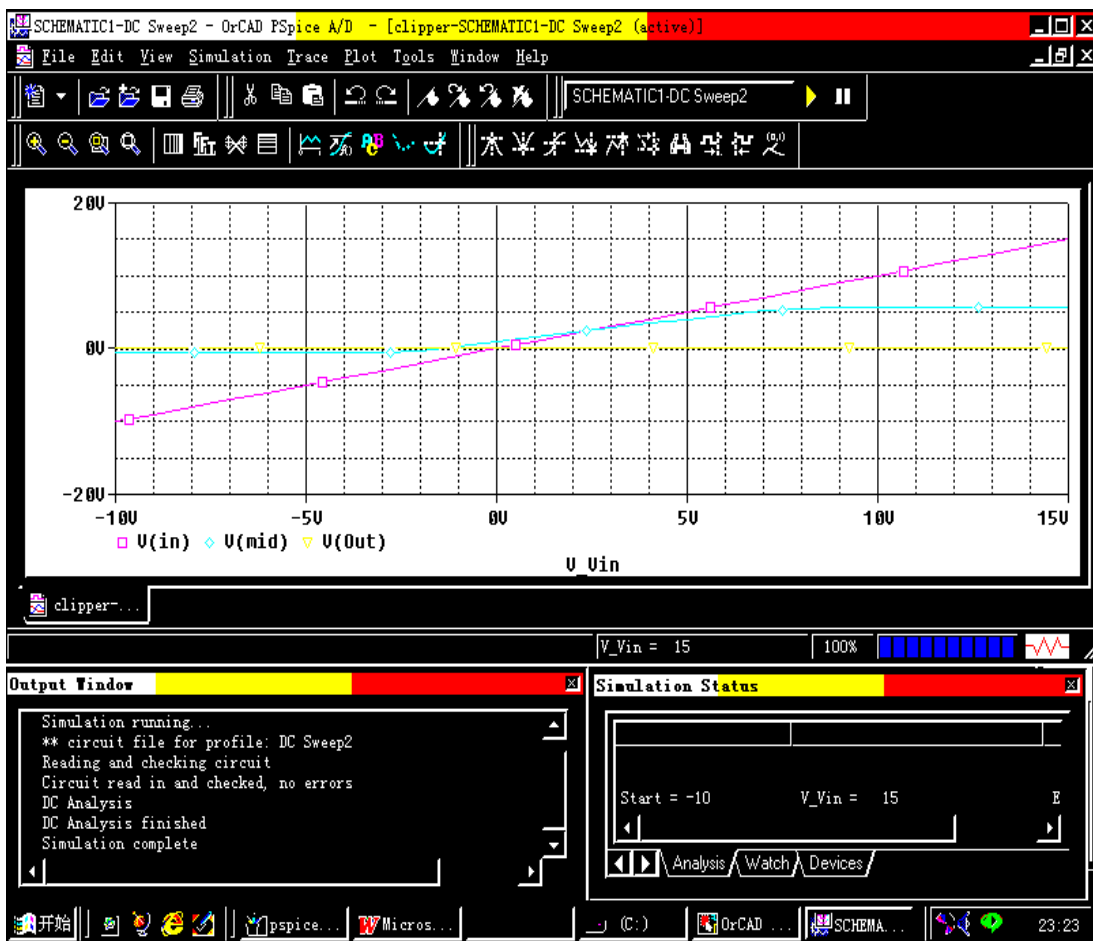

图 5.4.4 直流特性分析的结果
(4) 在图 5.4.4 的结果显示窗口中，如果想知道一条曲线上 A_1 点与 A_2 点横坐标(X_1 和 X_2)和纵坐标(Y_1 和 Y_2)之差，可以在“Trace”菜单中选择“Cursor”，并选择“display”，这时就在图下方出现一个“Probe Cursor”显示窗口，将鼠标左键指向 A_1 点，将鼠标右键指向 A_2 点，其中就显示出 A_1 和 A_2 的 X 和 Y 坐标值及二者的差值。如果要选择 $V(In)$ 和 $V(Mid)$ 不同曲线上的数据比较，用鼠标左键激活 $V(In)$ 在图左下方的曲线提示符□，同时用鼠标右键激活 $V(Mid)$ 在图左下方的曲线提示符号◇，然后再移动光标线，就可以得到 $V(In)$ 曲线上 A_1 点和 $V(Mid)$ 曲线上 A_2 点的差值。